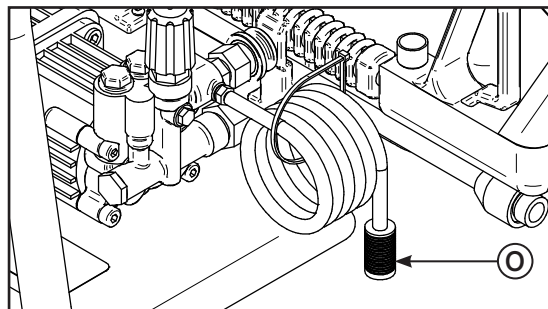

Figure 11
2. Insérer le filtre à savon et le boyau (O sur la figure 11) dans un contenant de savon liquide.